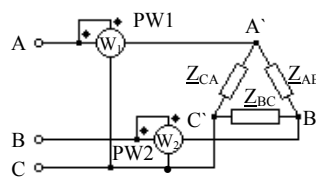

Рис. 10.2
**3. Исходные данные.** К симметричной трехфазной сети с напряжением  $U$  подключена нагрузка, соединенная треугольником (рис. 10.2) и имеющая сопротивление фаз  $Z_{AB} \neq Z_{BC} \neq Z_{CA}$  (табл. 10.3).